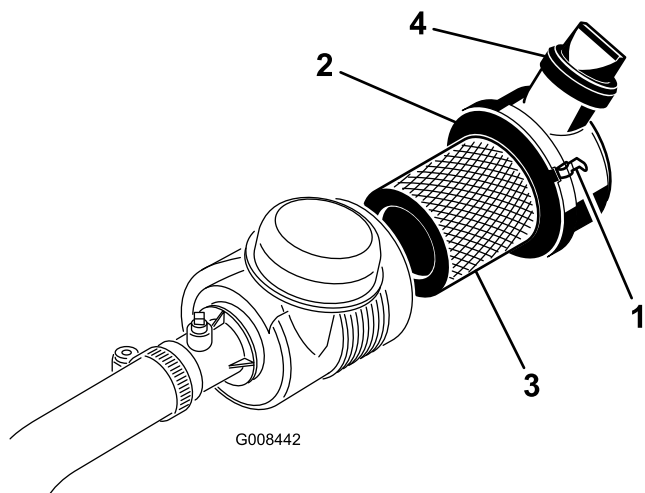

Figura 37
1. Abra los enganches que fijan la tapa del limpiador de aire a la carcasa del limpiador de aire (Figura 37).
6. Vuelva a colocar la tapa y fije los cierres (Figura 37).